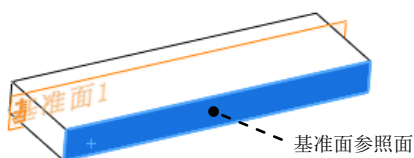

图 13.2.21 基准面 1
Step3. 创建图 13.2.21 所示的基准面 1。选择下拉菜单 **插入(I)** → **参考几何体(G)** → **基准面(E)...** 命令；选取图 13.2.21 所示的模型表面为参考实体，在 文本框中输入等距距离值 22.0，并选中 ☒ **反转** 单选项。单击 ☒ 按钮，完成基准面 1 的创建。